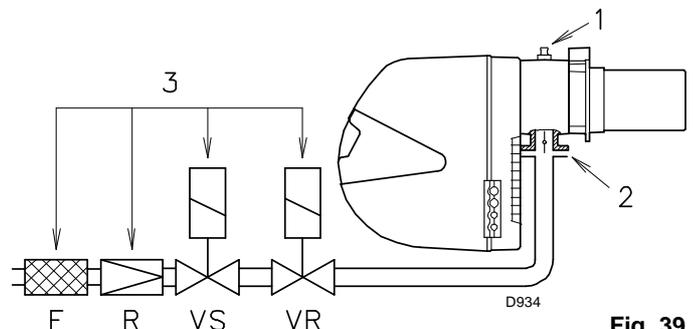

Fig. 39
Pression du gaz mesurée à la prise 1)(Fig. 39), avec :
Perte de charge du papillon gaz 2)(Fig. 39) avec ouverture maximale: 90°.
Perte de charge de la rampe 3)(Fig. 39) comprenant :
- Soustraire la pression dans la chambre de combustion de la pression du gaz à la prise 1)(Fig. 39).
- Pression du gaz à la prise 1)(Fig. 39) = 8 mbar
Par contre, pour connaître la pression de gaz nécessaire à la prise 1)(Fig. 39), après avoir fixé la puissance maximale de fonctionnement du brûleur :
- Lire la pression à la prise 1)(Fig. 39) sur la droite, colonne 1.
pression nécessaire à la prise 1) (Fig. 39).